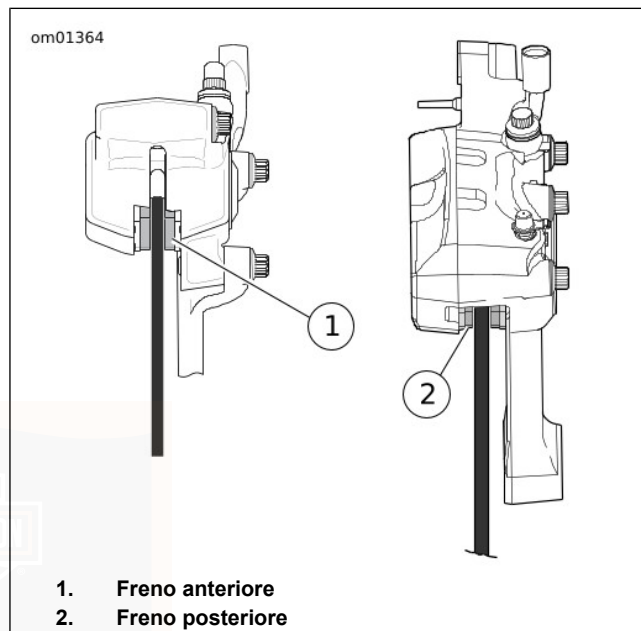

Figura 39. Materiale di attrito dei freni
1. Vedere Figura 39. Controllare il disco del freno posteriore mentre gira. Il disco deve essere centrato nella pinza del freno.